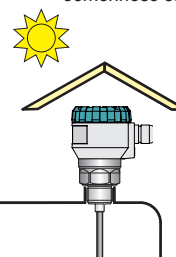

Рис. 10: Кожух для защиты от прямого солнечного излучения
- Уровнемер не должен устанавливаться в местах прямого **солнечного излучения** и должен быть защищен от неблагоприятного влияния погодных условий. Если установка в месте прямого солнечного излучения неизбежна, над уровнемером необходимо установить **защитный кожух** (рис. 10).